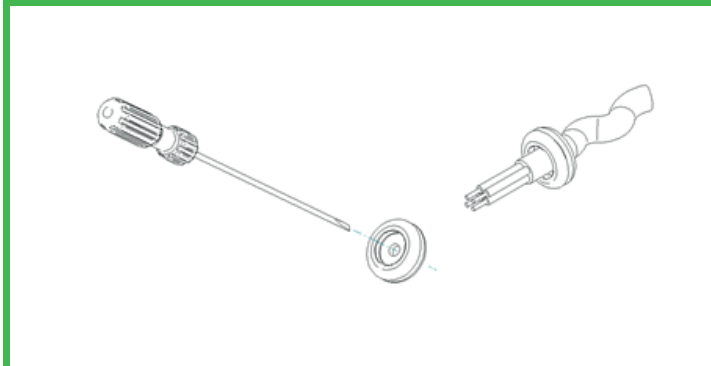

Fig. 5 - Fixation des câbles
8. Fixer le câble avec les serre-câbles et les vis fournis dans votre kit de fixation. Remarque : les serre-câbles peuvent être placés dans des réceptacles en haut ou en bas et peuvent également être retournés pour mieux comprimer le câble choisi – Fig. 5